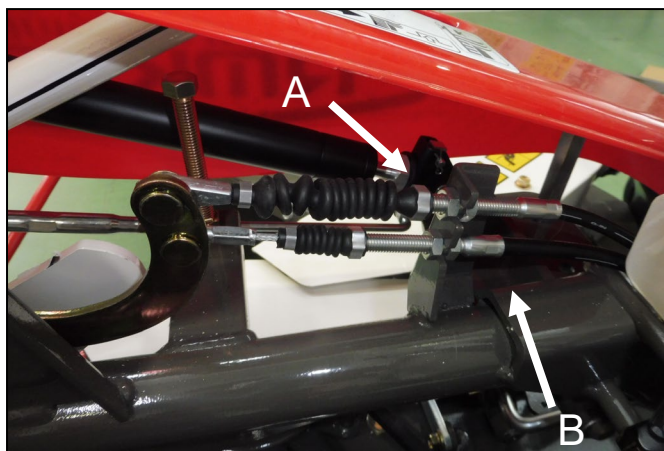

Figura 40
- Si la correa se resbala, apriete el cable con la tuerca de ajuste (B, Figura 40) hasta que el resorte de alambre comience a apretarse.
- Si la correa de la cuchilla no se detiene en 5 segundos, apriete el cable con la tuerca de ajuste (A, Figura 40).